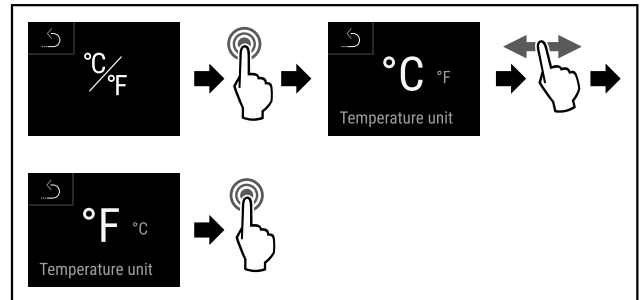

Fig. 90
- Obavite korake postupka (pogledajte Fig. 90).